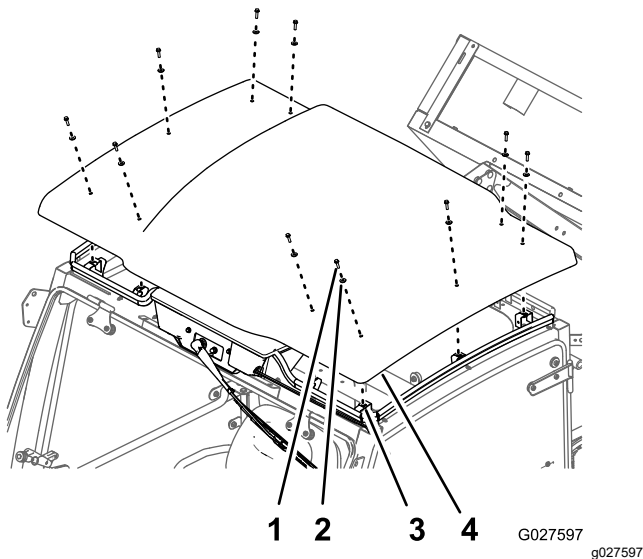

Figura 33
1. Rimuovete i 10 bulloni ( $\frac{1}{4}$  x 1") e le 10 rondelle di tenuta ( $\frac{1}{4}$ ") che fissano il pannello del tetto alle staffe di supporto del tetto della cabina (Figura 33).